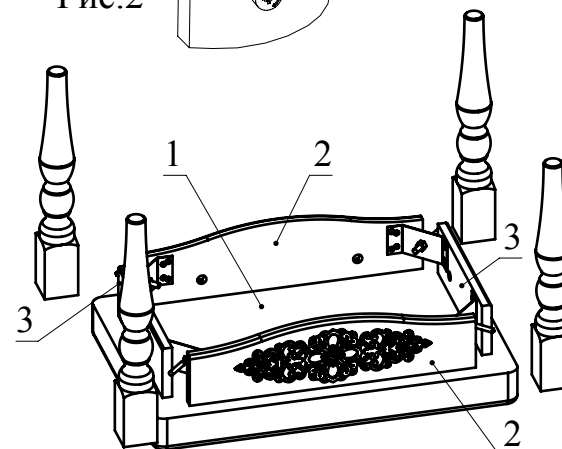

Рис.4
5. Прикрутить шурупами 3,5x16 угловое крепление к деталям 2, 3 (Рис. 4).